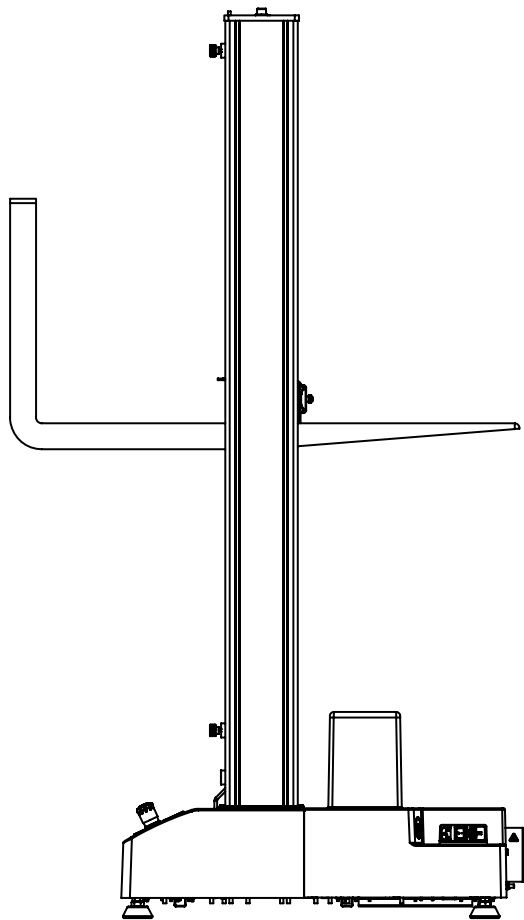

図 11. クロスヘッドからフレームを持ち上げる
2. フォークにパッドを当てて、あるいはクロスヘッドを保護材で包み、フォークリフトを使用して、コラム間のクロスヘッドの下に、注意してフォークを差し込みます。64 ページの図 11 を参照してください。